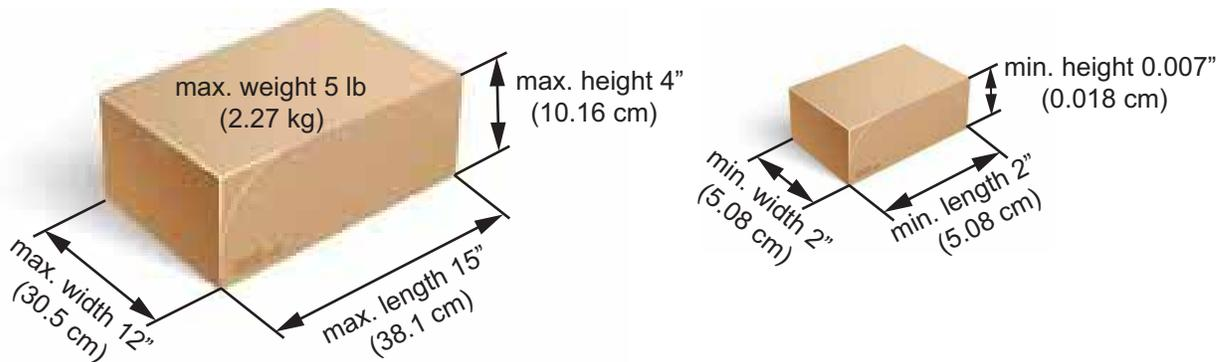

Figure 4-29: Límites de Especificaciones
Sólo si no se superan las limitaciones especificadas del artículo, tal y como se define en Figure 4-29 on page 161, el elemento puede ser girado para que quede un poco más corto que las 4 pulgadas para reanudar el recorrido (verFigure 4-24).
1. Asegúrese de que no se superan las limitaciones especificadas (ver Figure 4-29/Figura 4-29).
Note: Asegúrese de que no se superan las limitaciones especificadas del artículo, tal y como se define en Figure 4-29 on page 161